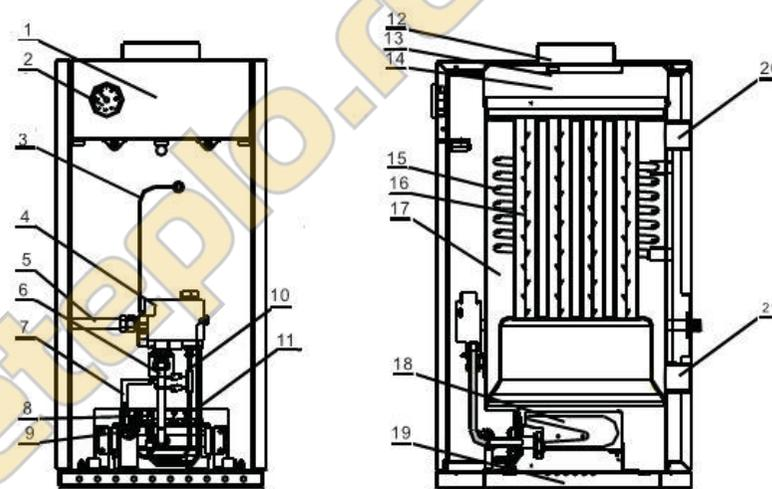

Рис.1 Котёл отопительный газовый водогрейный комбинированный.
- 4.4. Автоматика по тяге и перегреву состоит из термореле (датчика тяги) (п. 9, рис. 1), установленного перед газогорелочным устройством. При отсутствии тяги он отключит подачу газа на газогорелочное устройство. Термостат газовой автоматики отключит подачу газа на основную горелку при достижении температуры теплоносителя 95°C .